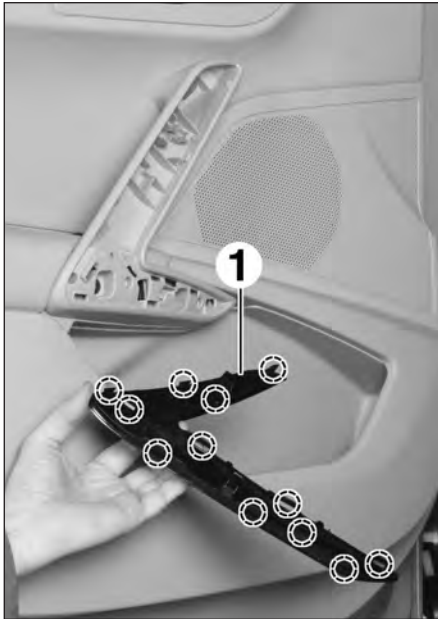

FIG.51
- Dégrafer l'enjoliveur (1) de la poignée de porte à l'aide d'un outil plat non tranchant (Fig.51).